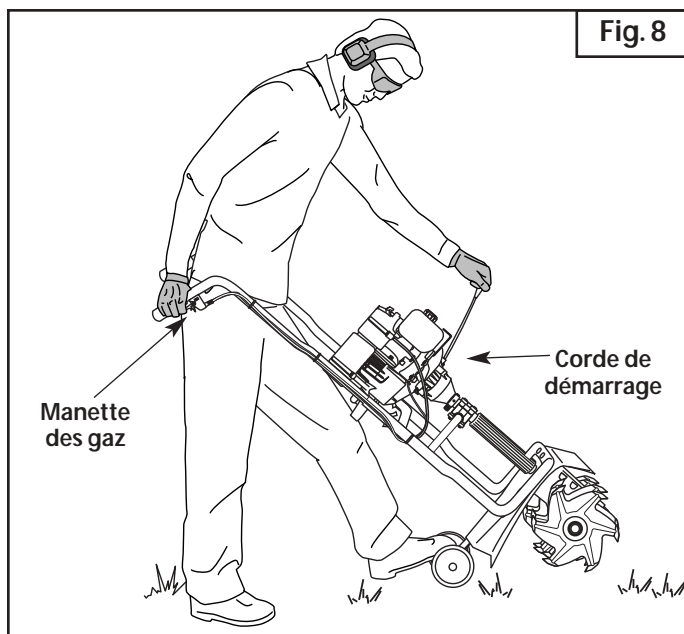

Fig. 8
AVERTISSEMENT : évitez tout démarrage accidentel. Tenez-vous en position de démarrage lorsque vous tirez sur la corde de démarrage (Fig. 8). L'opérateur et l'appareil doivent tous deux être en position stable pour éviter des blessures graves.
5. Tenez-vous entre les poignées et soutenez l'appareil en plaçant le pied gauche sur le support de roue et en tenant le guidon de la main droite (Fig. 8).
1. Relâchez la manette des gaz (Fig. 8) et laissez le moteur au ralenti pour refroidir.